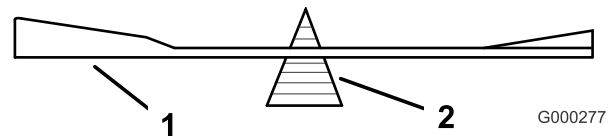
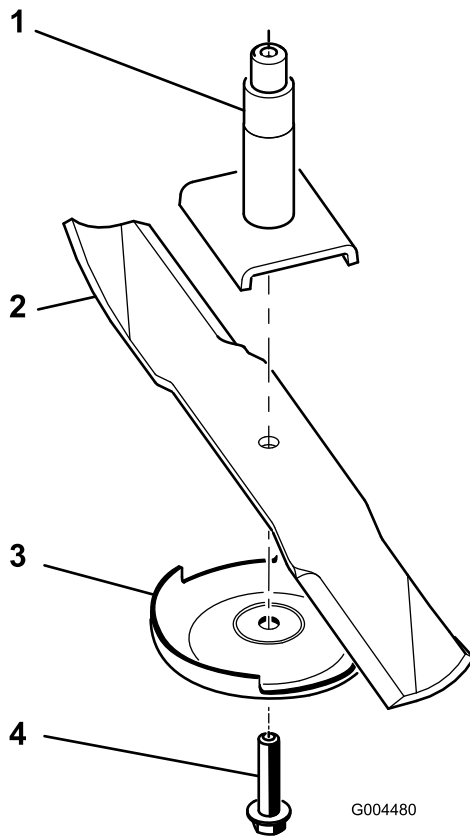

Bild 24
Bild 25
2. Entfernen Sie die Messerschraube, die Antiskalpierplatte und das Messer von der Spindelwelle (Bild 25).
2. Überprüfen Sie die Auswuchtung des Schnittmessers auf einer Ausgleichsmaschine (Bild 24). Wenn das Schnittmesser in seiner horizontalen Position bleibt, ist es ausgewuchtet und kann wiederverwendet werden. Feilen Sie, wenn das Schnittmesser nicht ausgewuchtet ist, vom Flügelbereich des Messers etwas Metall ab (Bild 25). Wiederholen Sie diesen Vorgang, bis das Messer ausgewuchtet ist.
1. Setzen Sie das Messer auf die Spindelwelle (Bild 25).
2. Montieren Sie die Antiskalpierplatte und die Messerschraube (Bild 25).